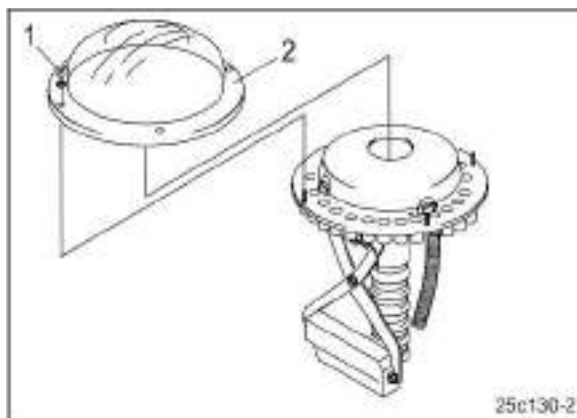

Рис. 109
4. Открутите барашковые гайки (Рис. 109/1) и снимите с распределительной головки прозрачную пластиковую крышку (Рис. 109/2).
6. Установите пластиковую крышку (Рис. 109/2).
7. Закрепите пластиковую крышку при помощи барашковых гаек (Рис. 109/1).